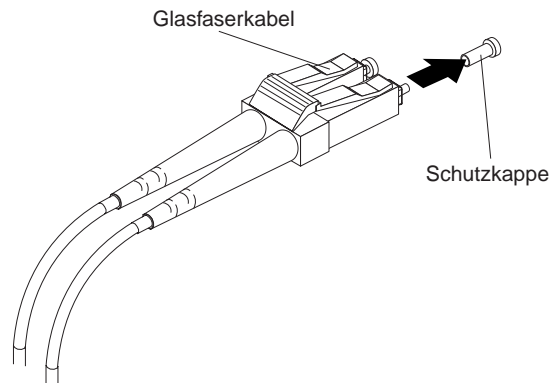

Abbildung 19. Schutzkappen der Glasfaserkabel entfernen
3. Entfernen Sie die zwei Schutzkappen an dem einen Ende des LC-LC-Kabels, wie in Abb. 19 dargestellt. Bewahren Sie die Schutzkappen zur späteren Verwendung sorgfältig auf.